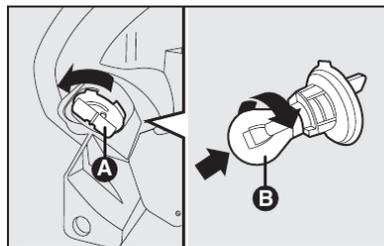

fig. 19
#### Dianteiros - fig. 19
- remover a tampa/porta-lâmpada A-fig. 19 girando em sentido anti-horário;
- extrair a lâmpada B-fig. 19 empurrando-a ligeiramente e girando-a em sentido anti-horário (bloqueio a "baioneta") e substituí-la;
- montar a tampa/porta-lâmpada A-fig. 19 rodando em sentido horário assegurando-se do correto bloqueio;